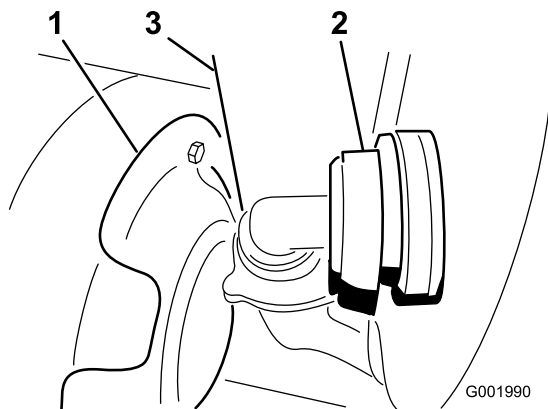

図 57
3. タンクの前壁の下にあるホースを外す(図 57)。
注 防熱シールド(図 57)を押しのけないとカバーが取り外せない場合があります。
- タンク前面下のホースを接続する（図 57）。